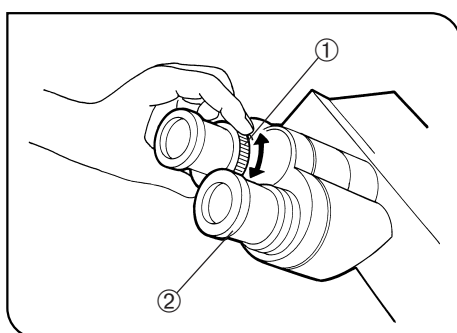

Abb. 25
(Abb. 25 und 26)
2. Durch das Okular mit Dioptrieneinstellring blicken und den Dioptrieneinstellung ① drehen, um das Objekt scharfzustellen. (Abb. 25)
1. Mit dem rechten Auge durch das rechte Okular blicken und den oberen Teil des Okulars ② drehen, bis das Doppelfadenkreuz im Sehfeld scharf zu erkennen ist. (Abb. 25 & 26)
3. Mit dem linken Auge durch das linke Okular hindurchsehen und den Dioptrieneinstellung ① drehen, um das Bild auch für das linke Auge scharfzustellen.